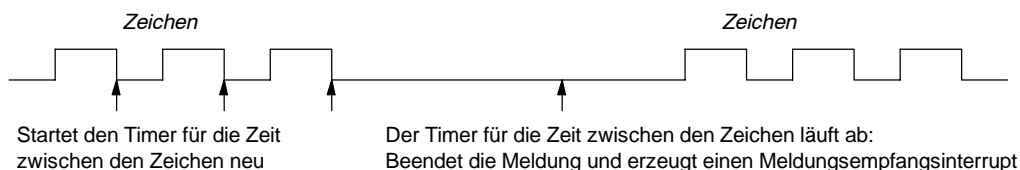

Bild 6-12 Beenden der Operation Meldung in Zwischenspeicher empfangen mit dem Timer für die Zeit zwischen den Zeichen
2. *Timer für die Zeit zwischen den Zeichen*: Die Zeit zwischen den Zeichen ist die Zeit vom Ende eines Zeichens (dem Stoppbit) bis zum Ende des nächsten Zeichens (dem Stoppbit). Überschreitet die Zeit zwischen den Zeichen (einschließlich dem zweiten Zeichen) die Anzahl der Millisekunden, die in SMW92 oder SMW192 angegeben ist, dann wird die Funktion zum Meldungsempfang beendet. Der Timer für die Zeit zwischen den Zeichen wird bei jedem empfangenen Zeichen neu gestartet (siehe Bild 6-12).